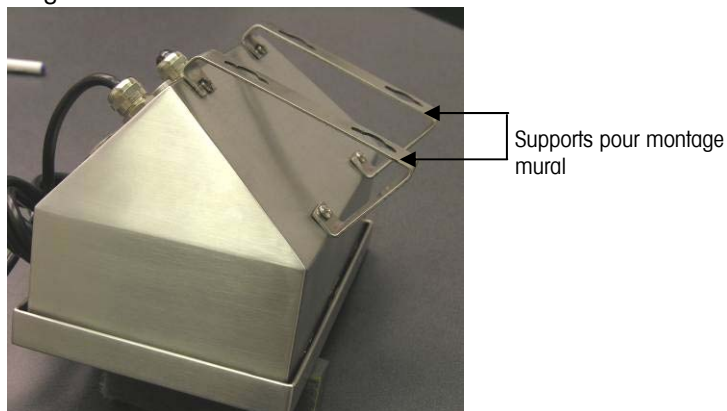

Figure 2-7 : Fixation des supports pour montage mural
1. Serrez les deux supports sur la partie inférieure de l'enceinte à l'aide des quatre vis M5 incluses avec le terminal. Les supports doivent être fixés tels qu'indiqués sur la Figure 2-7.